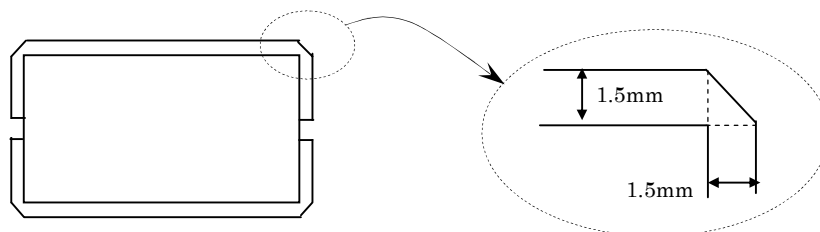

図 1 平面図の例
図面用紙は、A4版とし**外形寸法図、寸法表、原寸スケッチ平面図**を同一用紙内に記載する。基本的にはメーカーとユーザ間の同意により詳細な構造が決定されるが、ここでは一般的に簡略化した図面を記載することとする。外形寸法図の基準例を付図1、2に示す。
- 3) 平面図は原則としてキャップのコーナーは直角に、本体のコーナーは切りかけとする。キャップと本体との間および本体のコーナーの切りかけは、**尺度**に関わらず作図された図面に対して実寸で 1.5mm とする。(図 1)
付図 1 外形図面例 1